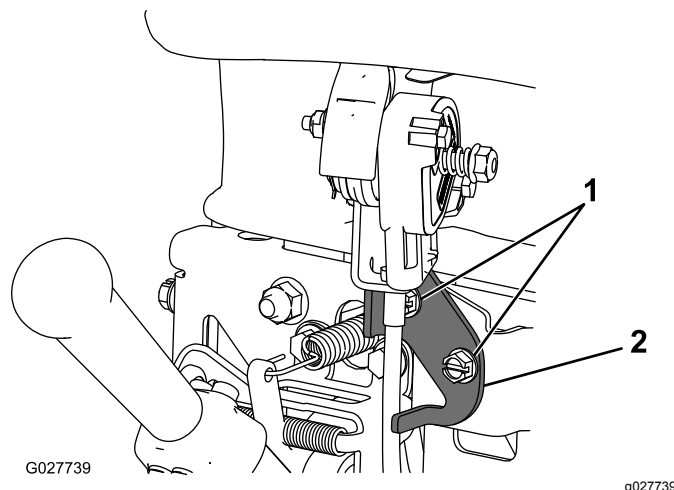

Figure 28
2. Desserrez les 2 fixations de la commande d'accélérateur (Figure 28).